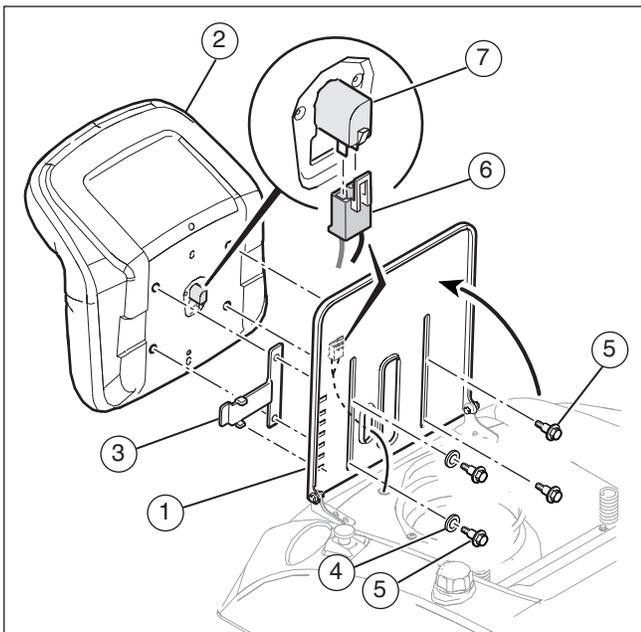

Figure 1
2. Relever le support de siège (1) (voir la **Figure 1**).
3. Aligner les trous du siège (2) sur les fentes dans le support de siège.
4. Installer le siège (2) sur le support de siège (1) et le levier de réglage (3) avec les rondelles (4) et les boulons (5).
5. Connecter le faisceau de câblage (6) à l'interrupteur de siège (7) sous le siège.
1. Relever le support de siège (voir la Figure 1).